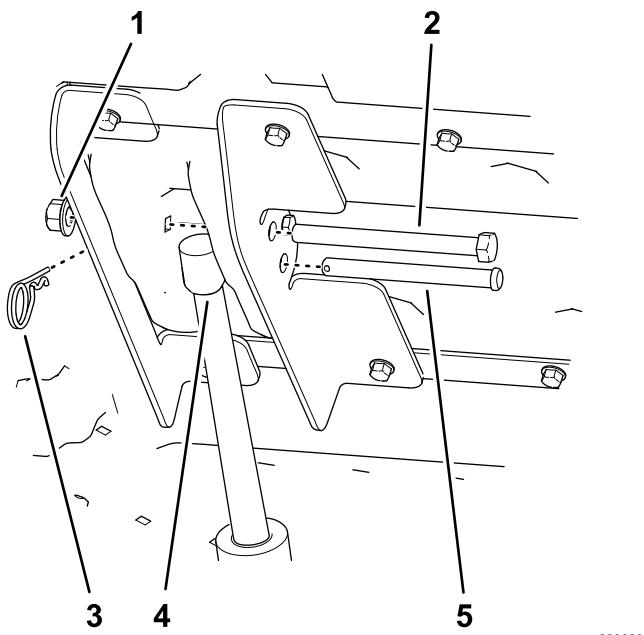

図 7
- 車両の内側と外側の昇降ブラケットから、六角ヘッドボルト $\frac{1}{2} \times 5\frac{1}{2}$ インチとロックナット $\frac{1}{2}$ インチを取り外す図 7。
- スライドロックブラケットの下側の穴にあるクレビスピンドル $3\frac{1}{2}$ インチからヘアピンコッターを抜いてクレビスピンドル $3\frac{1}{2}$ インチを抜き取る図 7。